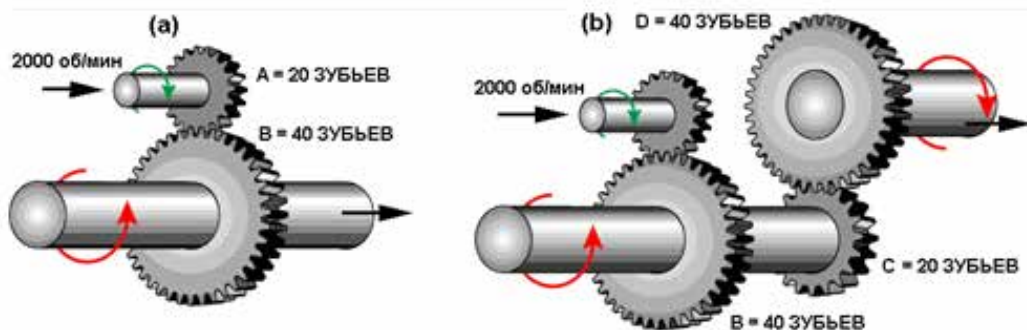

Рисунок 14-10: Иллюстрация к вопросам 8 и 9.
8. Подсчитайте передаточное число зубчатой передачи, изображенной на рисунок 14-10 (а), и определите скорость вращения ведомого зубчатого колеса.
9. Подсчитайте передаточное число 2-ступенчатой зубчатой передачи, изображенной на рисунок 14-10(б), и определите скорость вращения выходного вала этой зубчатой передачи.